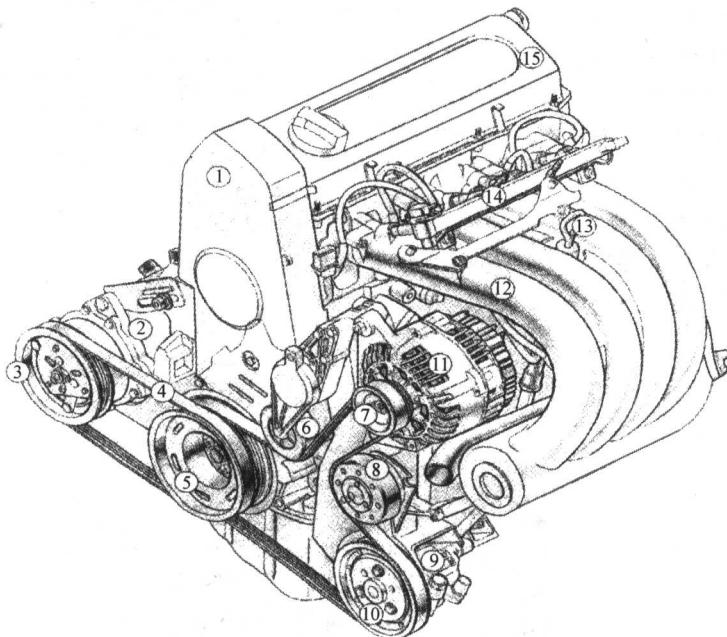
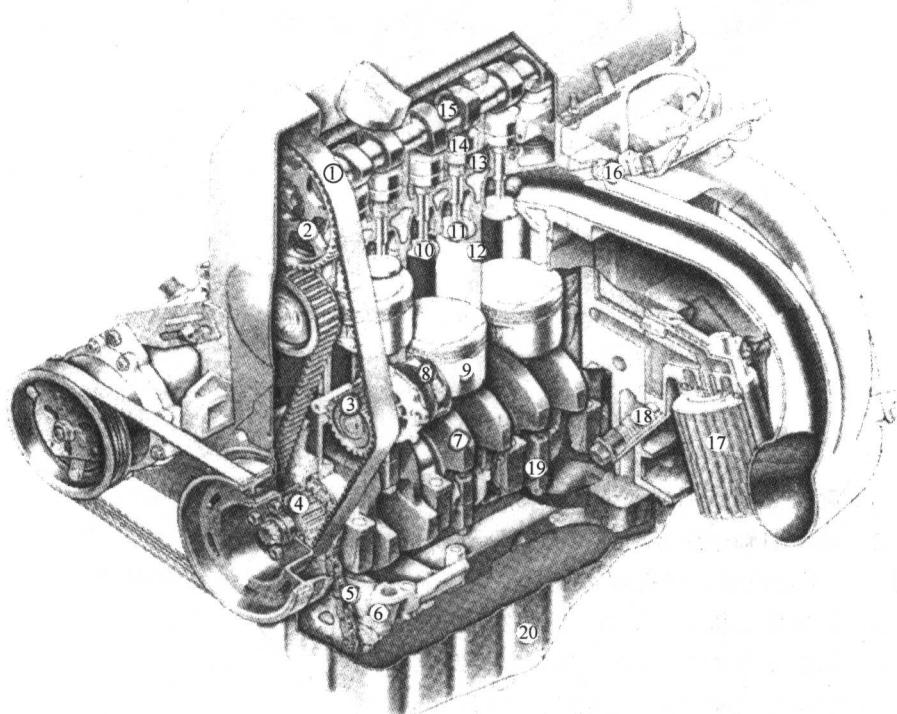

图 1-2 桑塔纳 2000GSi 轿车发动机外形图
图 1-4 桑塔纳 2000GSi 轿车发动机剖视图
1. 拆卸发动机外部零部件（图 1-2）
10) 拆卸燃油分配管 14 的各连接油管及其固定螺钉，拆卸燃油分配管和喷油器 16（见图 1-4）。
11) 旋松进气支管 12(见图 1-2)的固定螺钉,拆卸进气支管,取下进气支管垫片(与进气支管连接的进气总管、空气滤清器、空气流量计已在吊装发动机前拆卸)。
13) 用专用工具拆卸机油滤清器 17 (见图 1-4)。
1) 旋松正时齿形带护罩1（图1-2）的固定螺钉，拆卸正时齿形带护罩，观察此时凸轮轴正时齿轮带轮2（图1-4）的位置，以备以后正确安装。
2) 旋松气缸罩15（图1-2）的固定螺钉，拆卸气缸罩盖。
4) 拆卸曲轴正时齿形带轮4、机油泵链轮5（图1-4）、水泵齿轮带轮3、张紧轮21和凸轮轴正时齿形带轮2，拆下齿形带后防护罩。
3. 拆卸机体组件（图1-4）
4. 拆卸发动机活塞连杆组（图1-4）